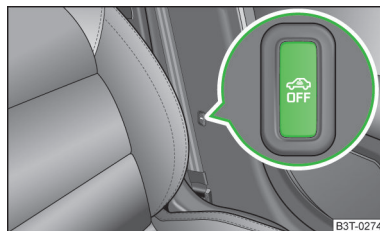

Fig. 19
- Appuyer sur la touche de symbole  » fig. 19 sur le montant B côté conducteur. Dans la touche, l'éclairage du symbole  passe du rouge à l'orange.